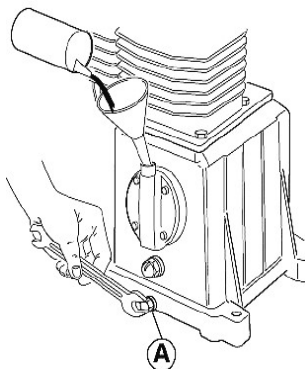

Fig. 12 : Vidange d'huile
Étape 1 : Retirez le bouchon de remplissage d'huile ou le bouchon ou la jauge, dévissez le bouchon de vidange (A) (Fig. 12) et recueillez l'huile usagée dans un récipient approprié.
Étape 2 : Resserrez le bouchon de vidange (A) et ajoutez de l'huile neuve jusqu'au niveau maximum. Réinstallez le bouchon de remplissage d'huile ou la jauge.